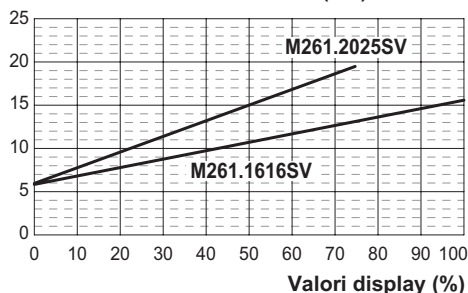

Figura 7.9
Il grafico in Figura 7.9 rappresenta come varia la potenza utile della caldaia in riscaldamento al variare del valore impostato nella scheda comando.
- Utilizzando i tasti 16 o 17 (Figura 7.13) è possibile modificare il valore del parametro 12 (riferirsi al grafico Figura 7.9 per determinare il valore corretto in funzione della potenza utile di riscaldamento).